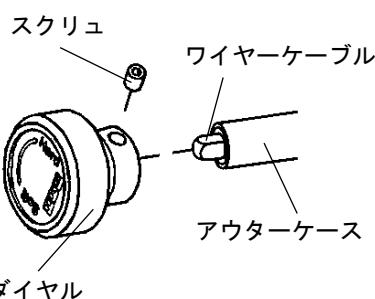

図5-1
1. 減衰力調整ケーブル（同梱品）からダイヤルを取外してください。六角レンチ（1.5mm・同梱品）を使用して、スクリュをゆるめて取外してください。（図5-1）
4. アウター ケースをワイヤーケーブルに差込み、六角レンチ（1.5mm・同梱品）を使用して、ダイヤルをワイヤーケーブル先端に取付けてください。（図5-1）